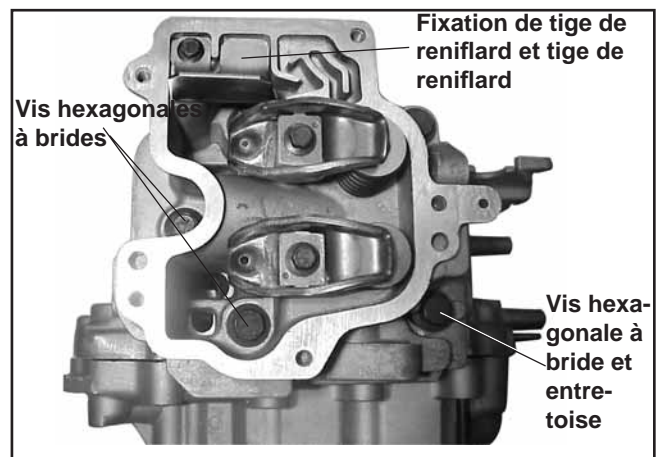
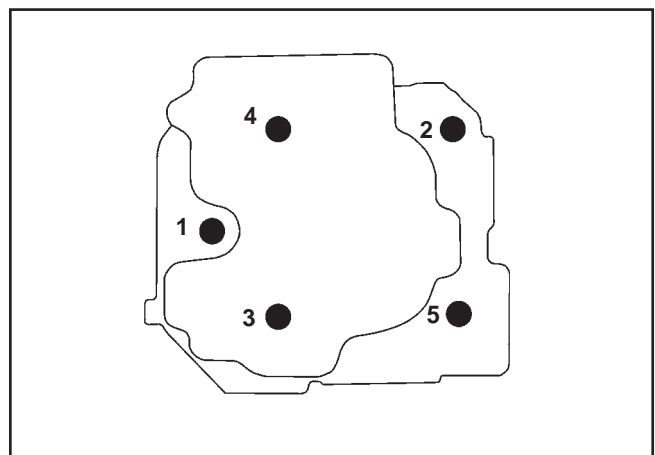

Figure 11-34. Installer la culasse.
Figure 11-35. Séquence de serrage des fixations de la culasse.
5. Installer la languette du reniflard, la pince de languette et fixer avec la vis hexagonale à bride M5. Serrer la vis au couple de 6,2 N·m (55 in. lb) dans un nouveau trou ou de 3,9 N·m (35 in. lb.) dans un trou déjà utilisé. Voir la figure 11-34.
3. Installer un nouveau joint de culasse et l'ensemble de la culasse sur le carter. Faire glisser l'entretoise et la rondelle sur l'un des nouveaux boulons à tête et l'installer sur la position #5 (entre les orifices d'admission et d'échappement). Voir la figure 11-34. Si le moteur a un coupe-circuit à la température élevée, insérer le nouveau long boulon à tête (90 mm) à travers la rondelle spéciale (plate sur un bord) et le coupe-circuit et l'installer dans la position #1. Voir figure 11-35. Installation des nouveaux boulons à tête restants. En suivant la séquence de la figure 11-35, serrer les boulons au couple de 24 N·m (18 ft. lb.). Puis répéter la séquence pour serrer au couple final de 48,9 N·m (36 ft. lb.).